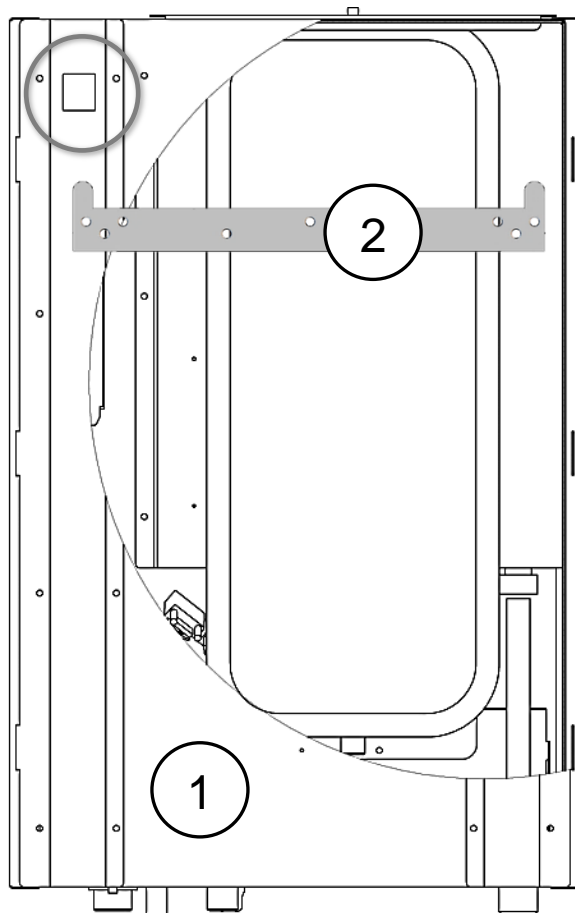

Рис. 12 Монтажные отверстия электрочотла
- После крепления монтажной планки (кронштейна) на стене (несущей поверхности) повесить котел монтажными отверстиями на крюки монтажной планки (См. Рис. 12).